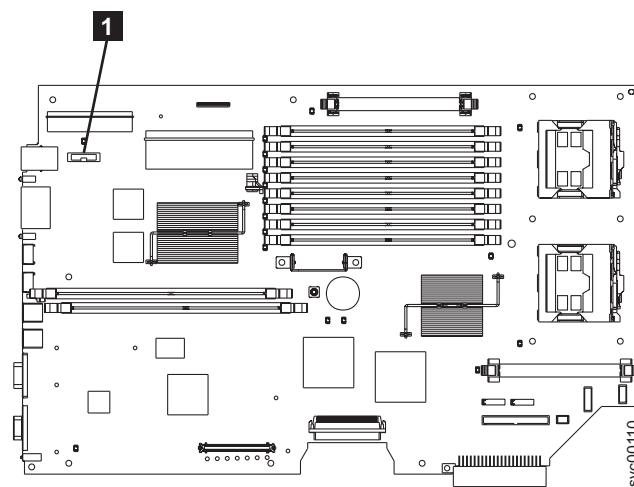

図 139. SAN ボリューム・コントローラー 2145-8F2 または SAN ボリューム・コントローラー 2145-8F4 上の CMOS バッテリーの位置
5. バッテリー **1** をシステム・ボード上で見つけます。図 139 には、このバッテリーのロケーションを記載してあります。